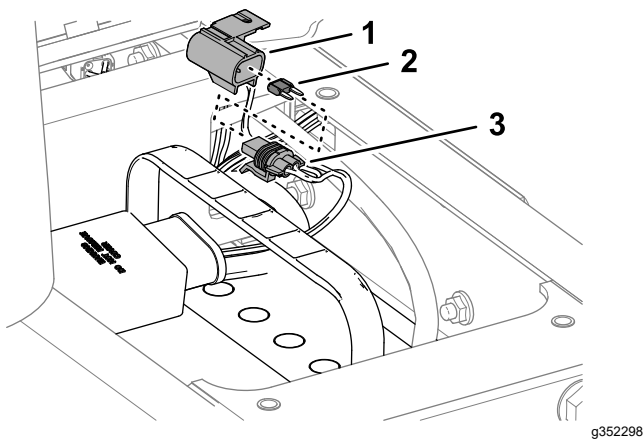

Figure 69
2. Retirez le capuchon du porte-fusible en ligne (Figure 69).